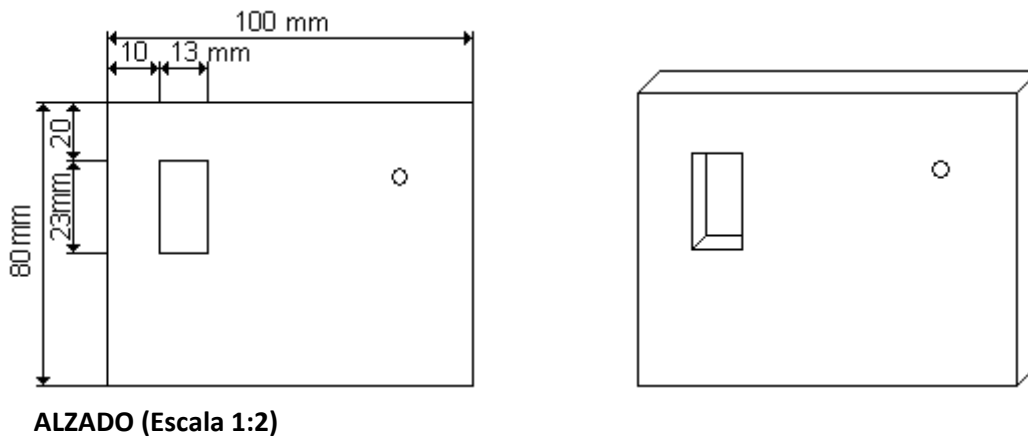

Figura 11
3.2.1. Sobre una de las dos piezas de tablero de fibra de 100 x 80 x 10mm en las que se ha efectuado la perforación de  $\varnothing 3$  mm en el apartado 3.1.5, efectuar la perforación indicada en la figura 11, en la que posteriormente fijaremos el interruptor inversor de corredera (apartado 25 de la tabla de materiales), utilizado para conectar o desconectar la alimentación eléctrica del grupo motriz.